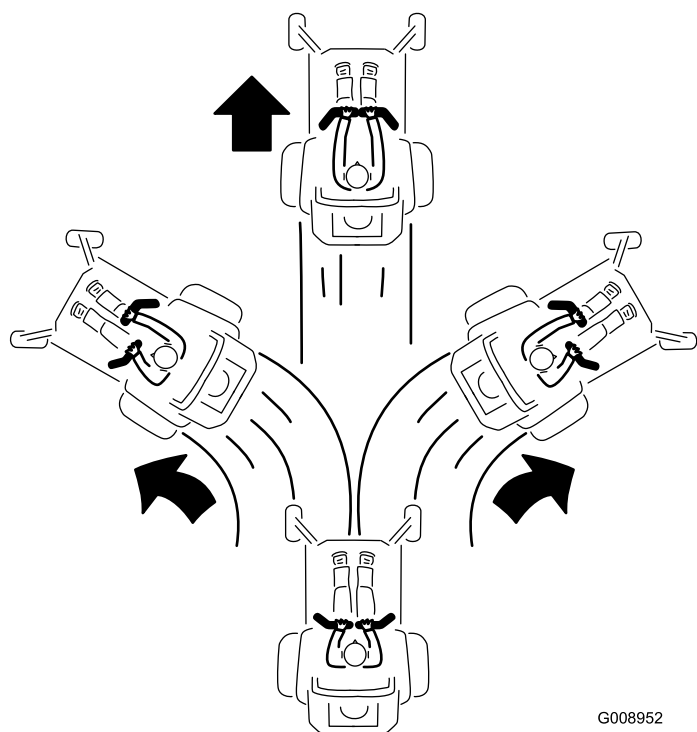

Figura 33
3. Per fare marcia avanti spingete lentamente in avanti le leve di controllo del movimento (Figura 33).